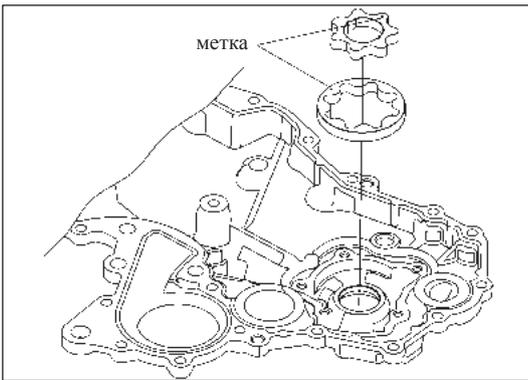

Рис. 11-4-10. Установка ведущей и ведомой шестерен
- (3) Установка ведущей и ведомой шестерен
- а) Установить ведущую и ведомую шестерни в камеру масляного насоса крышки ГРМ таким образом, чтобы метки были направлены к крышке масляного насоса, как изображено на рис. 11-4-10.